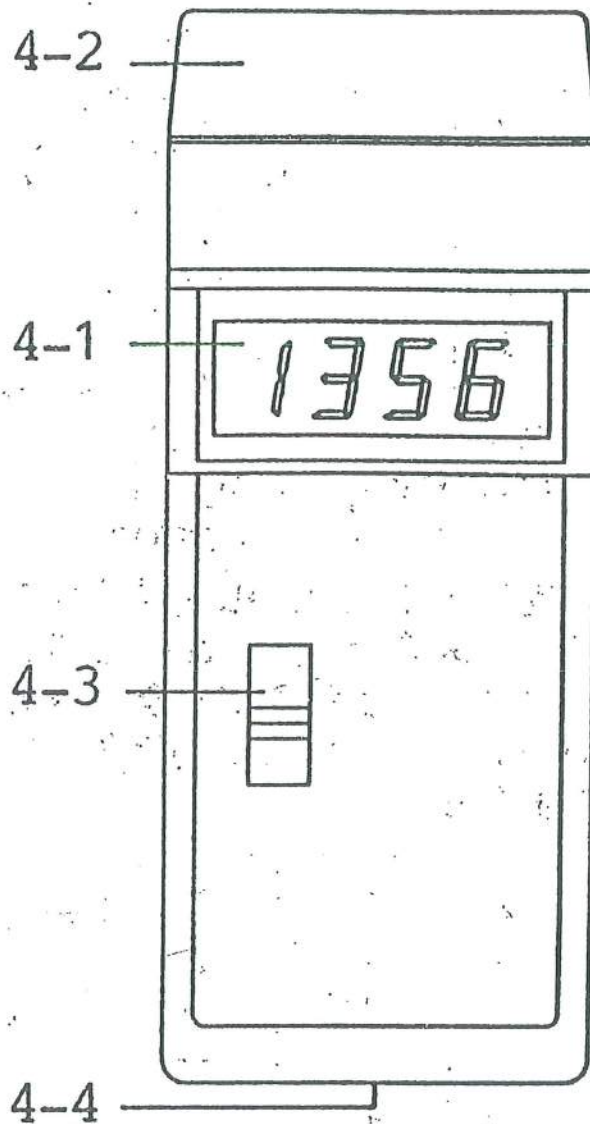

図1
- (1) 「OFF/レンジ」選択スイッチ (図1、4-3) を適切なレンジに設定します。未知の EMF (電磁界) を測定する場合には、最も高いレンジに設定し、より高い分解能の表示が得られるまでレンジを下げていきます。
- (1) 電池出力が6.5V—7.5V以下に低下すると、液晶表示部の左側に「LO BAT」マークが表示されます。電池を交換して下さい。電池電圧低下表示が表われても、本器が正常に作動しなくなるまで2、3時間は測定可能です。
- (2) 本器背面の電池カバー (図1、4-4) を開け、電池を取り外します。
- (3) 9V電池 (IEC 6F22) を交換し、カバーをもとに戻します。